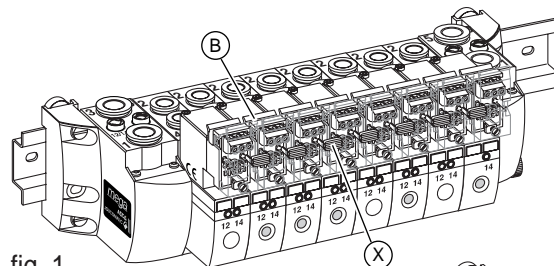

fig. 1
**Коннекторы IP20** (рис. 1) с встроенным светодиодом и ограничителем пикового напряжения, с резьбовыми клеммами, для установки в шкафу управления. Установкой джампера (X) между коннекторами можно объединить систему для питания от единого источника.